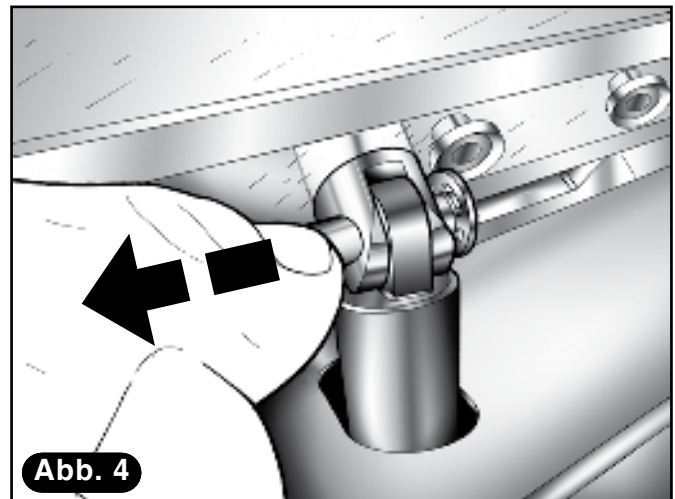

Abb. 4
- 3) Stift herausnehmen und Deckel nach hinten neigen, dabei auf eine stabile Unterlage legen (**Abb. 4**).
- 1) Rückwand abschrauben, dabei die Schrauben mit einem Kreuzschlüssel lösen (**Abb. 4**).